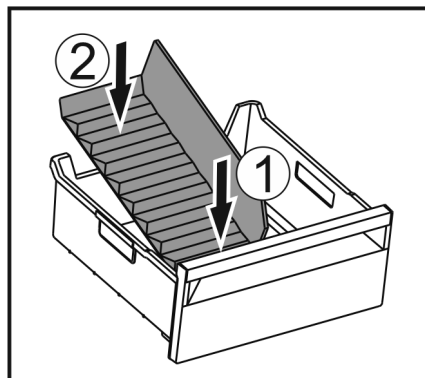

Fig. 168
- Installer la partie avant du séparateur de congélateur. Fig. 168 (1)
- Abaisser la partie arrière du séparateur de congélateur jusqu'au fond du tiroir. Fig. 168 (2)